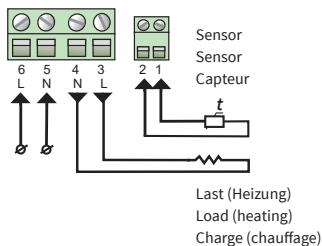

Abb. 3 / Fig. 3 / fig. 3
Die Anschlussleitung von Heizkreis oder Heizmatte ist an die Klemmen 3 und 4 anzuschließen; der gelb-grün ummantelte Erdungsdraht ist über eine externe Anschlussklemme (nicht im Lieferumfang enthalten) mit der Schutzerdungsleitung (PE) zu verbinden (Abbildung 3).
The heating element installation wires are to be connected to terminals 3 and 4; the screening braid output (yellow-green wire) – to the protective earthing (PE) line via the external terminal contact (not included in the scope of delivery) (Figure 3).
Les fils d'installation des éléments chauffants doivent être connectés aux bornes 3 et 4; la sortie de la tresse de blindage (fil jaune-vert) - vers la ligne de terre de protection (PE) via le contact terminal externe (non compris dans la livraison) (figure 3).